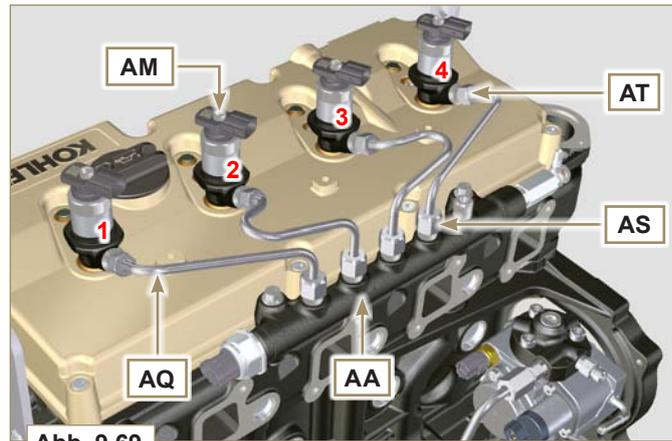

Abb. 9.69
- Die Leitungen **AQ** (Abb. 9.69) austauschen, wenn sich die Schrauben **AU** nicht mehr ungehindert anschrauben lassen.